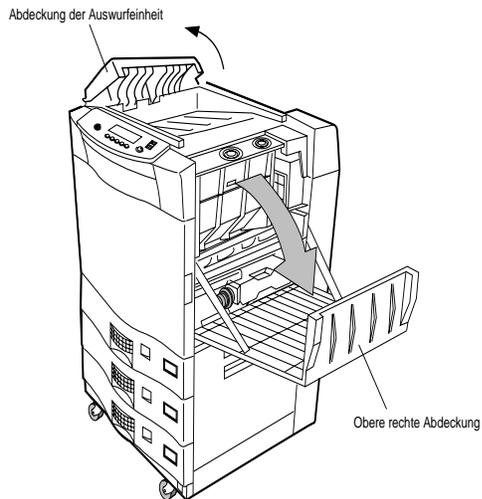

Abbildung 4-36 Abdeckungen öffnen
2. Öffnen Sie die Abdeckung der Auswurfteinheit. Siehe Abbildung 4-36.